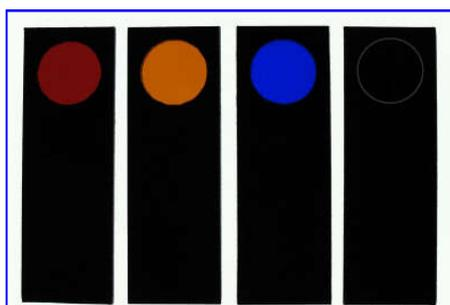

**Figura 1**
1. Disattivare il sistema di illuminazione e inserire il filtro prescelto (facendolo scorrere) all'interno del microscopio come indicato nella figura 1. In pratica il filtro, quando correttamente posizionato, deve rimanere bloccato dai Leds. La parte dove è visibile il cordone di colla che rende solidale il filtro sul supporto rettangolare in plastica deve essere rivolto verso l'operatore, sempre come in figura 1. L'operazione deve essere eseguita con delicatezza per non danneggiare i Leds, tuttavia va precisato che è del tutto normale che occorra esercitare una adeguata pressione con le dita, prima di trovare la giusta posizione per l'alloggiamento del filtro.
3. il filtro deve essere inserito (facendolo scorrere) all'interno del microscopio come indicato nella figura 1. In pratica il filtro, quando correttamente posizionato, deve rimanere bloccato dai Leds